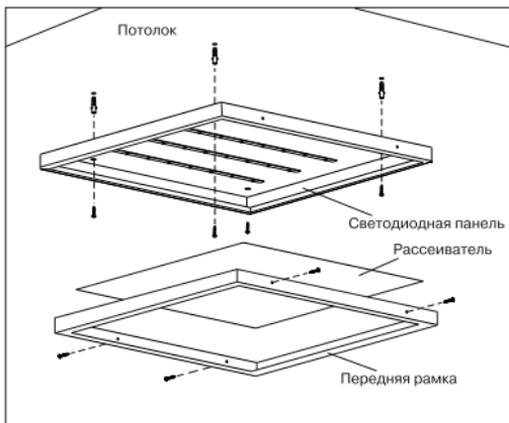

Рисунок 1
- накладной монтаж производить непосредственно на поверхность потолка с креплением светодиодной панели через отверстия в корпусе (рисунок 1). Крепёж для накладного способа монтажа в комплекте не поставляется;